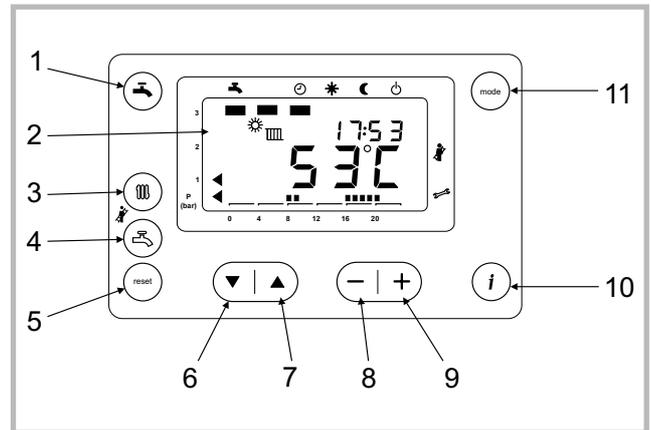

Figure 34 - Tableau de contrôle
- Appuyer simultanément sur (🔧) et (🔧) pendant 6 secondes (repère 3 et 4, fig. 34).
- Appuyer sur la touche (▼) (repère 6, fig. 34)
- Il est possible de contrôler les allures intermédiaires en ajustant le % à l'aide des touches (+) et (-) (repère 8 et 9, fig. 34).